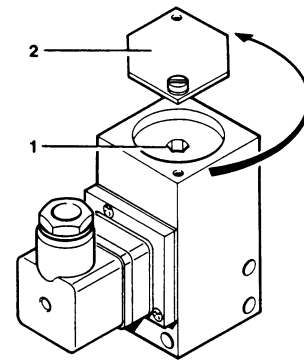

Fig. 50 Pressostato finale
Da contratto, il pressostato è impostato sulla pressione finale. Qualora si rendesse necessaria una regolazione successiva, aprire il coperchio (2, Fig. 50) e impostare la vite di regolazione (1) sulla pressione desiderata servendosi di una brugola da 6 mm.